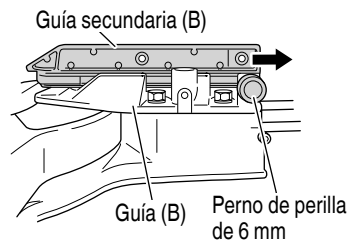

Fig. 20-b
Esta herramienta eléctrica está equipada con un tope guía secundario (B). En el caso de corte en ángulo directo y corte de ángulo en bisel derecho, use el tope guía secundario (B). Luego, puede realizar un corte estable del material con una cara trasera ancha. Cuando corte en ángulo izquierdo, afloje el perno de perilla de 6 mm y, a continuación, deslice la guía secundaria (B) hacia fuera, tal y como se muestra en la Fig. 20-b.